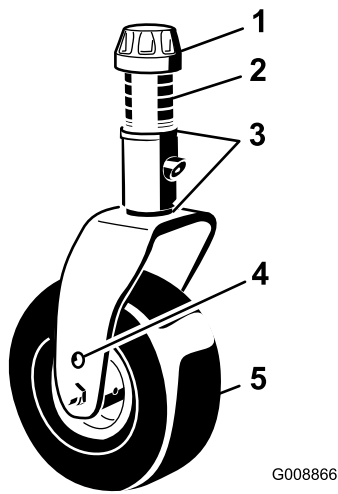
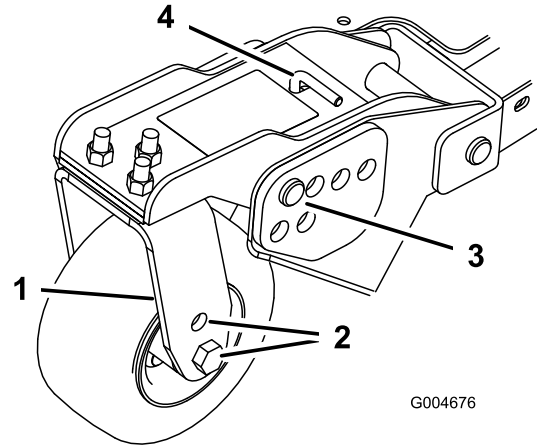

Рисунок 18
Рисунок 20
- Поместите оси поворотных колес в одинаковые отверстия во всех вилках поворотных колес (Рисунок 18 и Рисунок 20).
- Снимите колпачковую гайку с вала шпинделя и извлеките шпиндель из рычага поворотного колеса (Рисунок 18).
отверстий с выбранными отверстиями кронштейна высоты скашивания в раме деки газонокосилки (Рисунок 20 и Рисунок 21).
- Извлеките игольчатые шплинты и шплинтуемые штифты из рычагов поворотных колес (Рисунок 20).